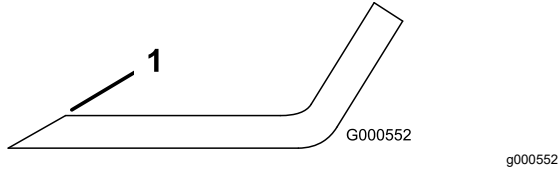

Figure 82
1. Au moyen d'une lime, aiguisiez les tranchants aux deux extrémités de la lame (Figure 82).
Remarque: Si la lame est déséquilibrée, limez un peu l'extrémité de l'ailette seulement (Figure 82).